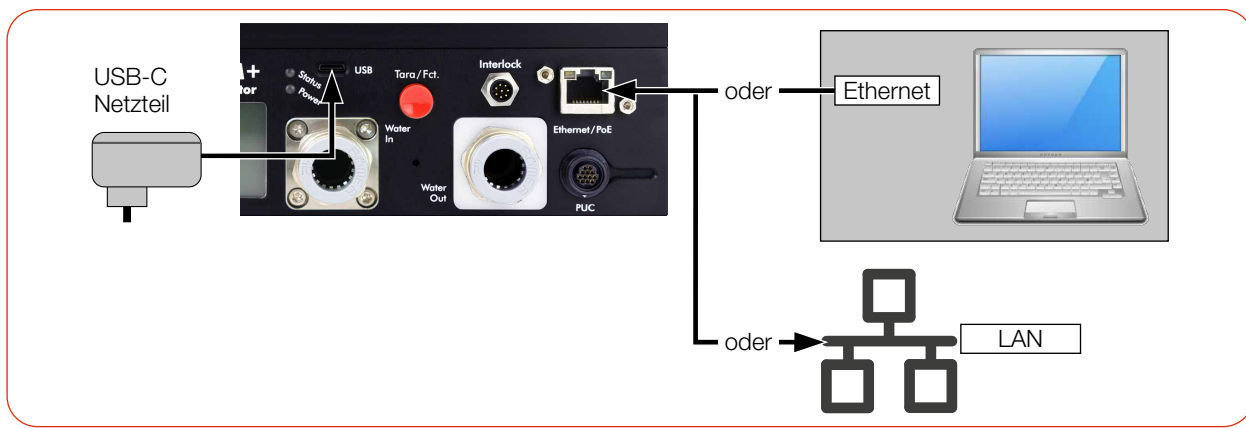

Abb. 7.6: Spannungsversorgung über USB-C Netzteil, Datenübertragung über Ethernet
- ▶ Schließen Sie die Kabel gemäß der Abb. 7.6 auf Seite 30 an.